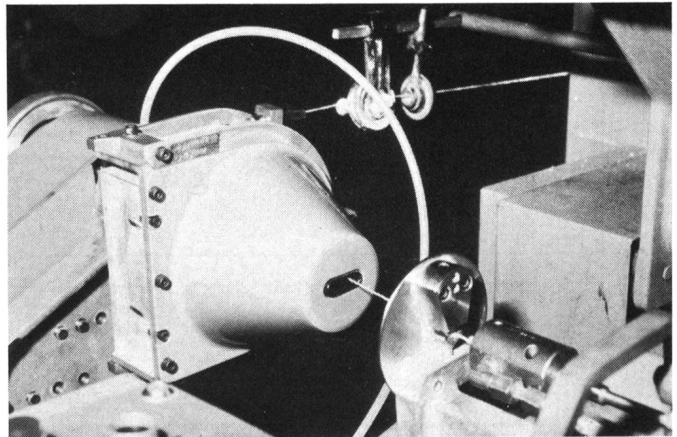

Bild 3
- der speziell für die Verarbeitung von Glasfasergarnen entwickelte Rotationsspeicher, dessen rotierende Garntrommel ein Wickeln ohne Umlenkstellen ermöglicht (Bild 3);